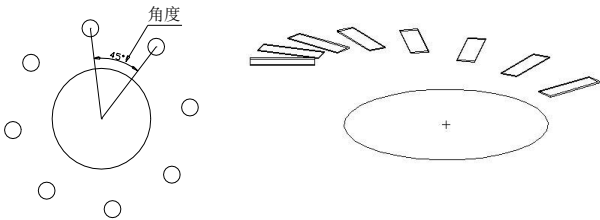

图 5-9 环形阵列
- 7. 单击“确定”按钮，完成环形阵列操作，如图 5-9 所示。